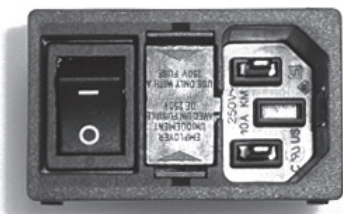

Fig. 1
- Lösen Sie den Rastverschluss des Sicherungshalters (8) zwischen Netzschalter (7) und Netzstecker (6) mit geeignetem Werkzeug (Abb. 1).